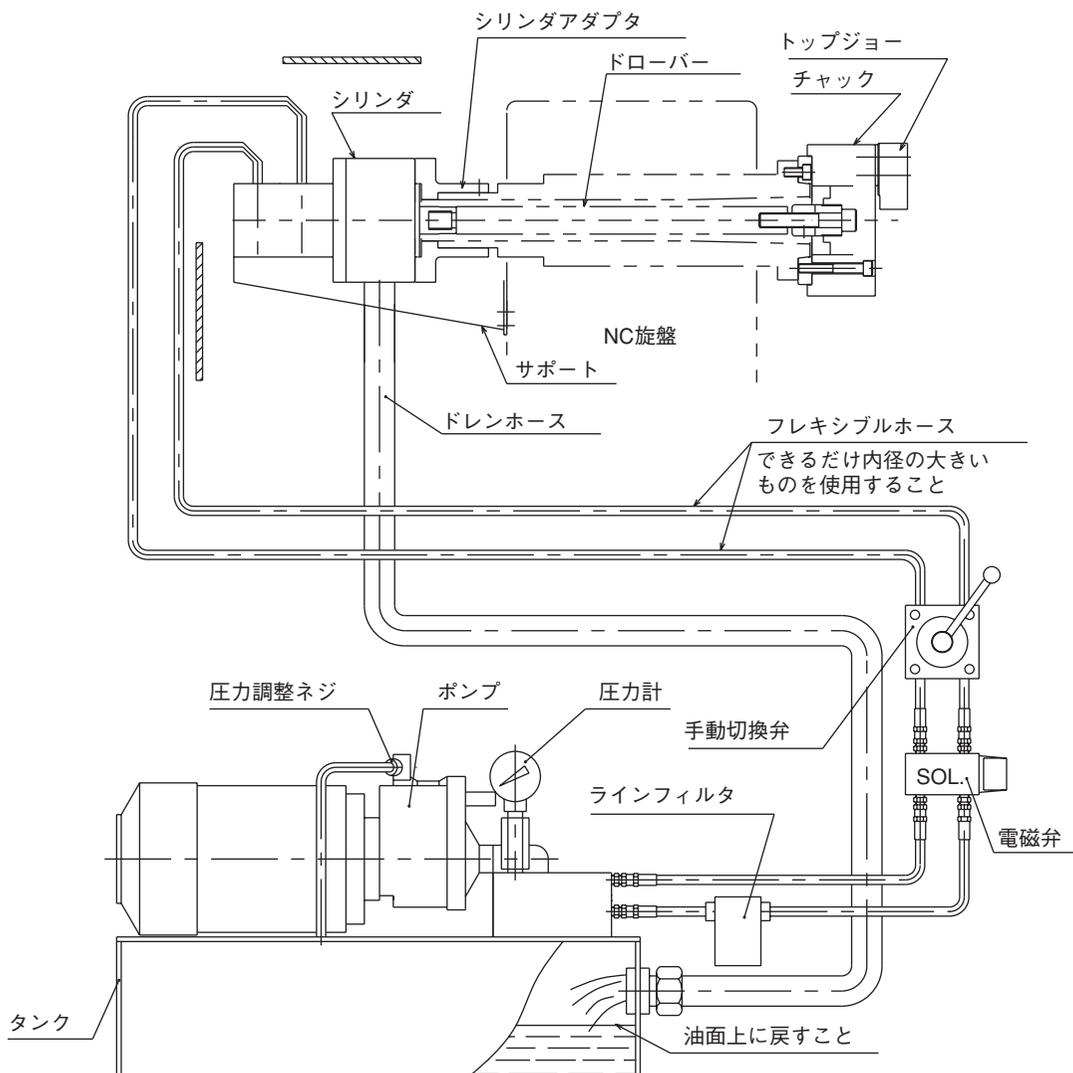

図 20
- ・ドレンは必ず油圧ユニットの油面上に戻すこと。（図20参照）